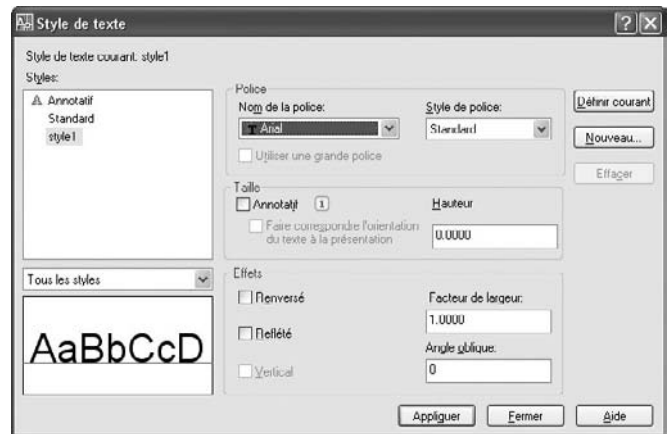

Fig.8.20
- 1 Exécuter la commande de création de style à l'aide d'une des méthodes suivantes (fig.8.20) :